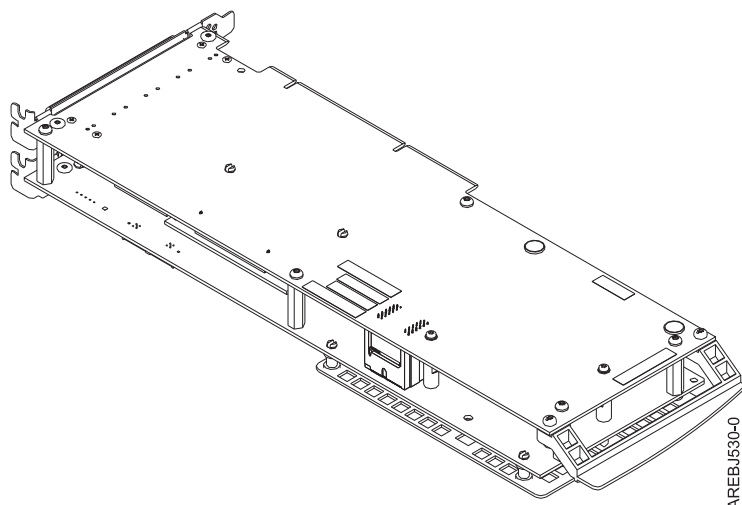

図 27. 572F/575C カード・セット・アダプター
2. 572F/575C カード・セット・アダプターを ESD 保護されている表面の上に置き、43 ページの図 27 に示されている方向に向けます。